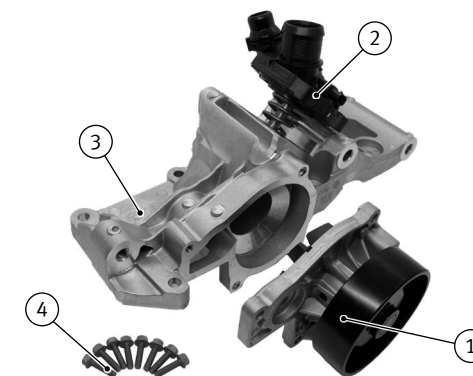

Abb. 1/ Fig. 1/ Puc. 1/ 图1
- Compris dans l'ensemble de livraison 7.10942.20.0 (Fig. 1) : pompe à eau (1), thermostat (2), boîtier (3), 8 × vis M6 × 1,0 (4).
- В комплект поставки 7.10942.20.0 (Рис. 1) входит: водяной насос (1), термостат (2), корпус (3), 8 × винтов M6 × 1,0 (4).